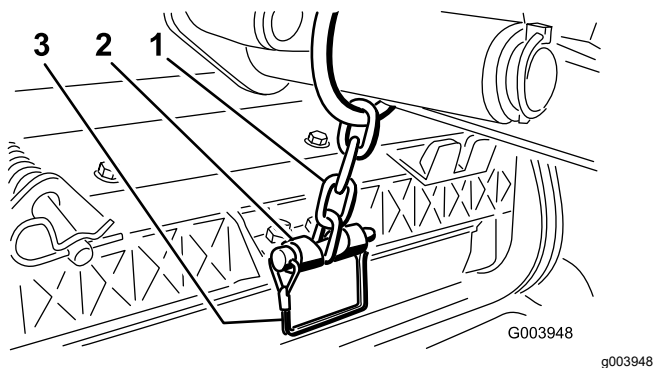

Figura 10
13. Prenda a corrente do braço de elevação ao suporte da corrente com o pino de encaixe (Figura 10).